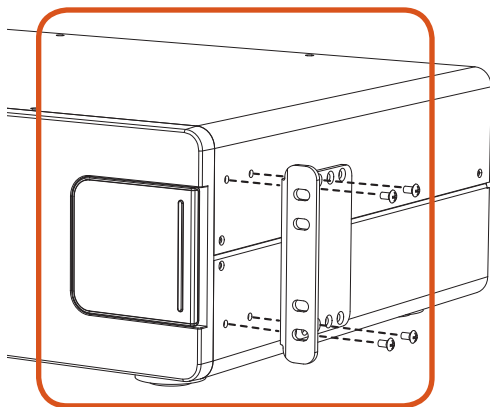

Figure 1
- D. Fixez la fixation au côté de la console d'alimentation (Fig. 1). Il faut utiliser au moins quatre vis pour chaque fixation.